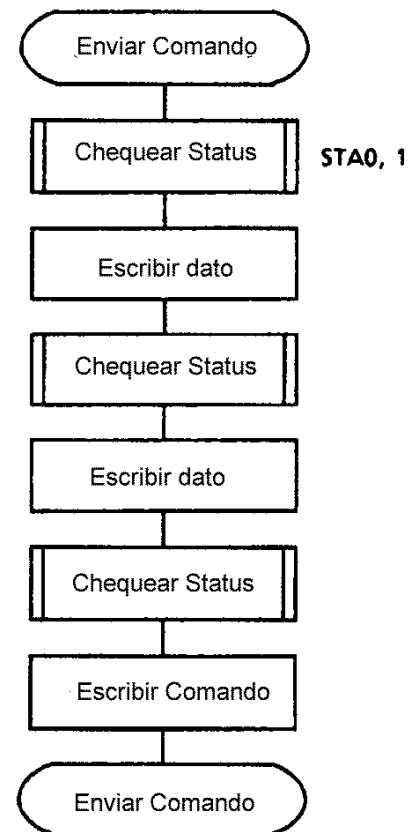

Figura 10.3
b) El caso de 2 datos (**Figura 10.3**)